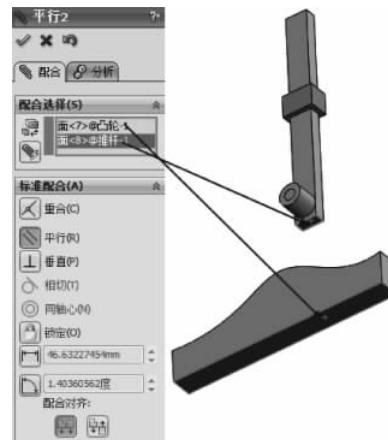

图 3-38 平行配合
(8) 选择【标准配合】选项组下的【平行】配合类型 ，在【要配合的实体】选择框  中选择如图 3-38 所示的面，其他保持默认，单击【确定】按钮 ，完成平行配合。